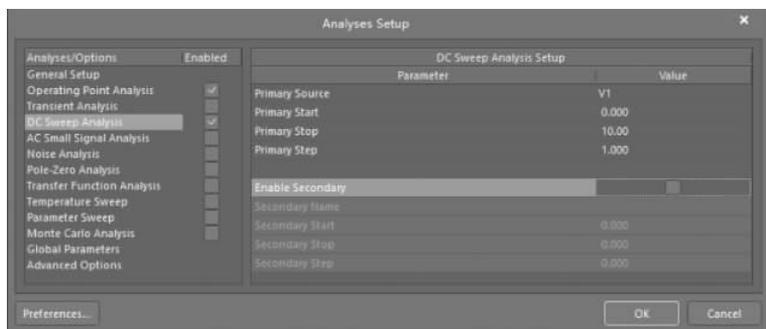

图 3-16 设置直流扫描分析参数
- (1) 在 AD 主界面主菜单下选择 Design→Simulate→Mixed Sim。
- (2) 打开如图 3-16 所示的 Analyses Setup(分析设置)界面,按下面参数设置：